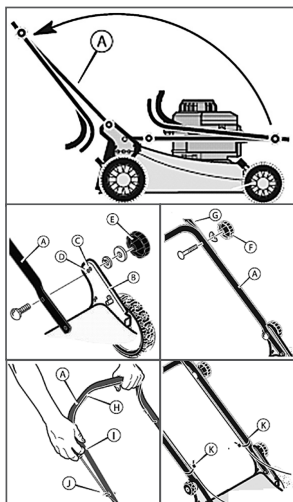

Рис. 3 Сборка газонокосилки
3. Установите нижнюю часть А рукоятки в рабочее положение (Рис. 3).
4. В скобе рукоятки (В) имеется два крепежных отверстия (Рис. 3). Используйте отверстие (С) для крепления рукоятки в верхнем положении. Используйте отверстие (D) для крепления рукоятки в нижнем положении.
5. Закрепите отверстие в любом из отверстий (С) или (D), в соответствии с рисунком. Закрутите зажимы (Е) до фиксации нижней части рукоятки.
6. Снимите зажимы (F) и крепежные элементы с нижней рукоятки (А). Установите верхнюю рукоятку (G) в рабочее положение. Затягивайте зажимы (F) до фиксации верхней и нижней рукоятки в соответствующих положениях.
7. Для установки троса ручного стартера, сначала необходимо задействовать рычаг остановки двигателя (Н). Медленно потяните рукоятку ручного стартера (I) и заправьте трос ручного стартера в направляющую (J).
8. Закрепите тросы на рукоятке, при помощи держателей (K). Рис. 3 Сборка газонокосилки